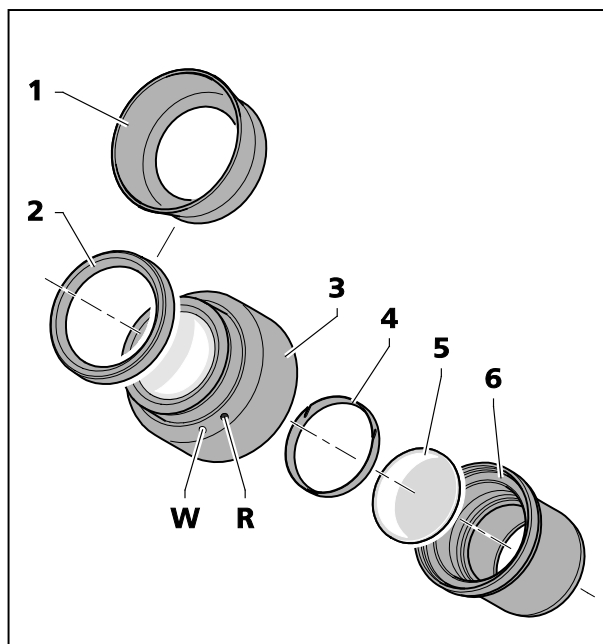

図 11 接眼レンズプレートの取り付け
接眼レンズにゴム製のメガネ保護リングが付いており、メガネに擦り傷が付くのを防いでいます。これらは、反転式アイカップ (図 11/1) に交換することができます。
- その場合、メガネ保護リング (図 11/2) を接眼レンズから外し、アイカップ (図 11/1) をセットします。
- カバー (図 11/6) を接眼レンズ (図 11/3) から取り外します。
- ロックリング (図 11/5) を取り外します。
- 接眼レンズプレート (図 11/4) をセットします。
追加のガラスパスの効果で簡単な画像移動は、視度においてゼロ位置が白色の点 (図 11/W) ではなく、赤色の点 (図 11/R) で表示されることによって考慮されています。